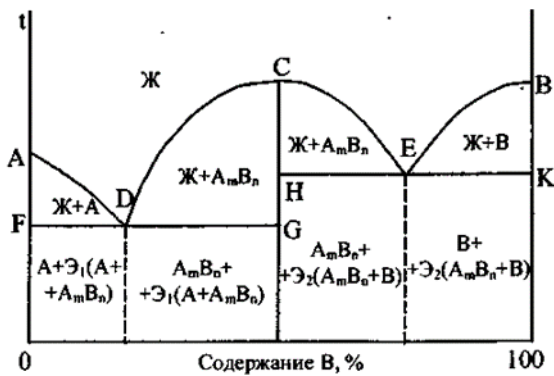

Рис. 12. Диаграмма состояния сплавов образующих химическое соединение.
3. **Диаграмма состояния сплавов, образующих химическое соединение** (рис.12) характеризуется наличием вертикальной линии, соответствующей соотношению компонентов в химическом соединении A_mB_n . Эта линия делит диаграмму на две части, которые можно рассматривать как самостоятельные диаграммы сплавов, образуемых одним из компонентов с химическим соединением. На рис. 12 изображена диаграмма для случая, когда каждый из компонентов образует с химическим соединением механическую смесь.